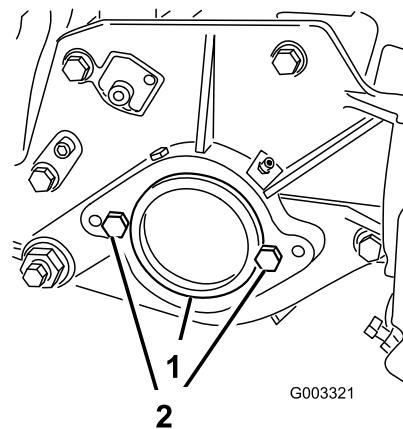

図 17
2. カッティングユニット右側のベアリング・ハウジングについているプラスチック製のプラグを外す（図 17）。
3. 右側サイドプレートからキャップスクリュ2本を取り外す（図 17）。
5. カッティングユニットの左側サイド・プレートに、リール・モータ取り付け用のキャップスクリュ2本を仮止めする（図 17）。